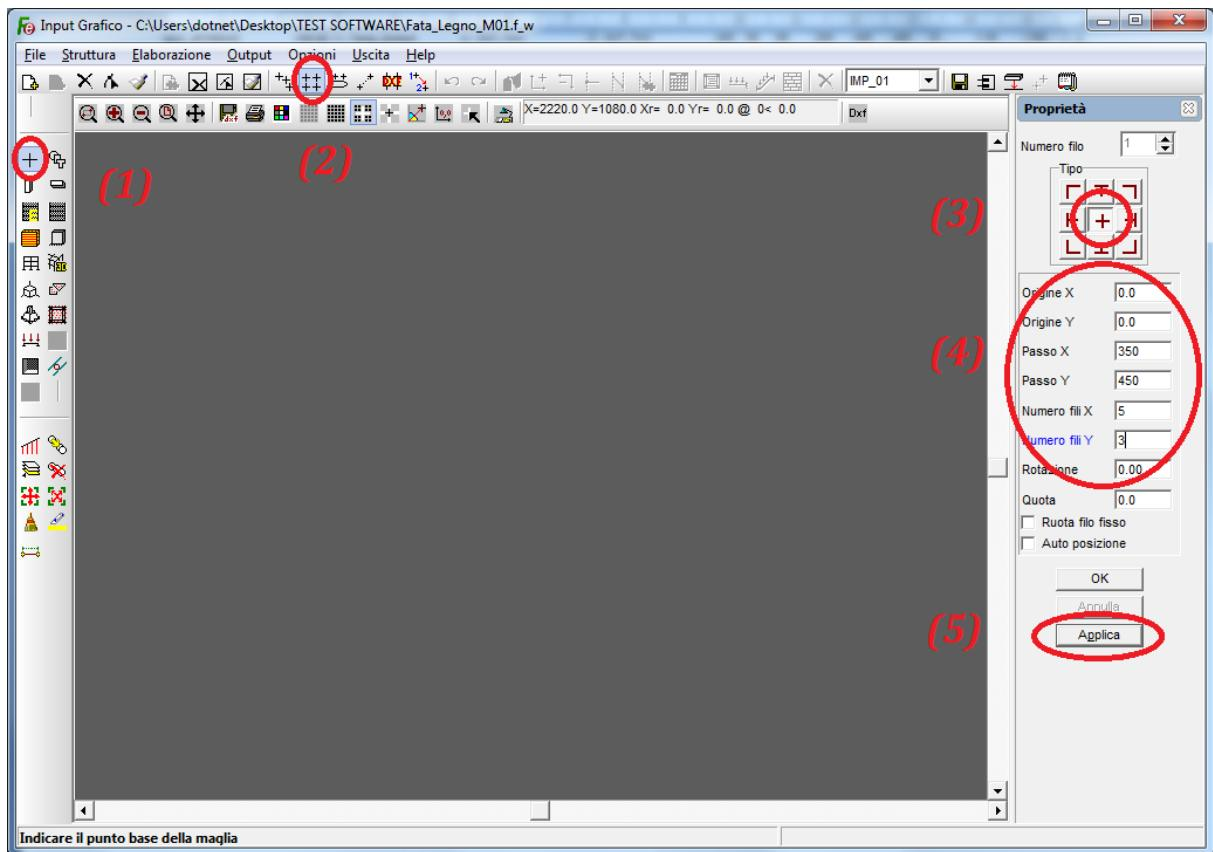

Figura 14
Con riferimento alla figura 14 cliccare sul pulsante ‘Fili Fissi’ (1) e poi sul pulsante ‘Fili Fissi a maglia’ (2) per disporre i fili fissi su una pianta a maglie rettangolari.